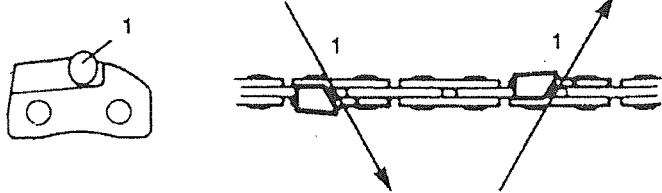

Fig. 4-5
File on forward stroke only. (Fig. 4-5)
Limer seulement avec des mouvements vers l'avant. (Fig. 4-5)
Limare la lama (1) su un lato della catena dall'interno verso l'esterno. Limare soltanto con colpi in avanti. (Fig. 4-5)
Die Schneidzähne von der anderen Kettenseite her von innen nach außen mit der Feile (1) bearbeiten. Dabei nur mit Vorwärtsbewegungen feilen. (Fig. 4-5)
Limar (1) la cuchilla en un lado de la cadena desde adentro hacia afuera. Limar sólo durante el desplazamiento hacia adelante. (Fig. 4-5)
Fila (1) tanden på ena sidan av kedjan från insidan och utåt. Fila endast med framåtgående drag. (Fig. 4-5)